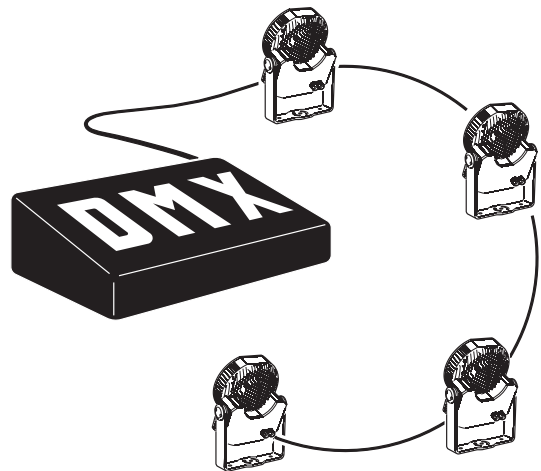

Bild 7: DMX Datenlinie
- Die Geräte werden seriell verbunden, d.h. die Datenleitung darf nicht verzweigen oder sternförmig aufgebaut sein (siehe Bild 7).